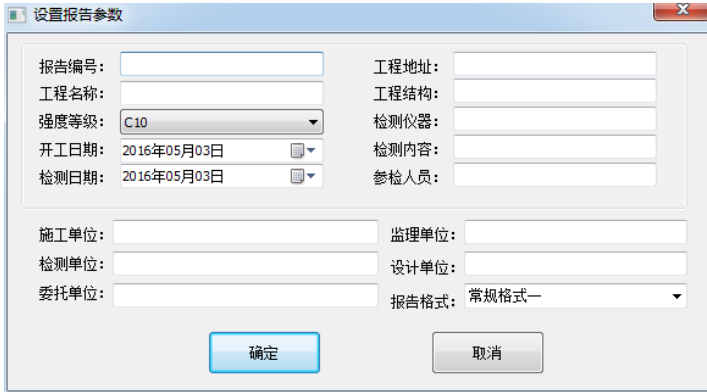

图 4.6 生成报告界面
2. 点击[生成报告]，弹出如图 4.6 所示生成报告对话框，填写生成报告的基本信息，点击[确定]保存即可。